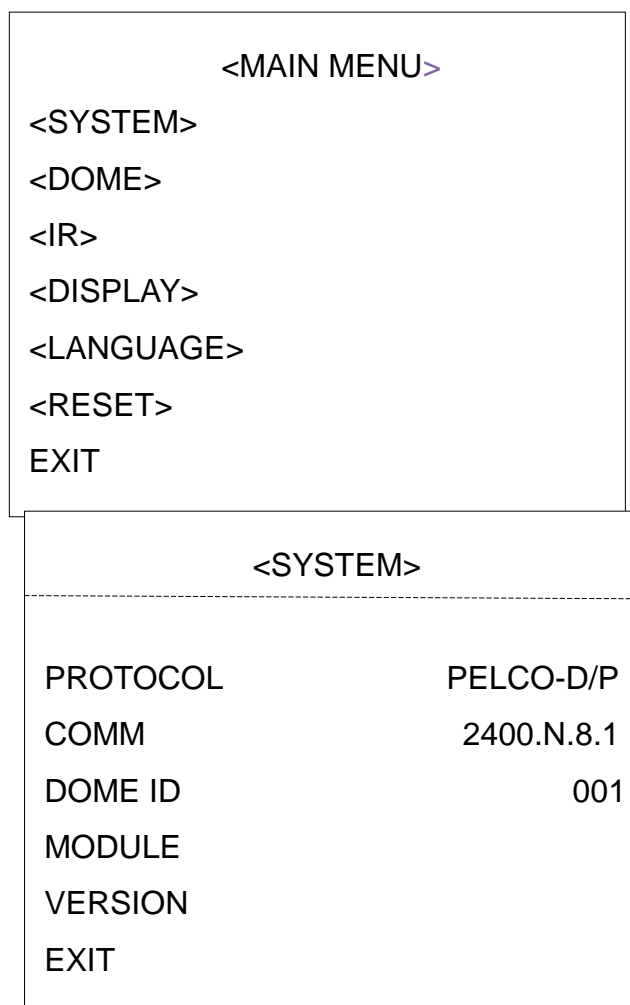

Рис. 4.1.2
- ✧ COMM (СВЯЗЬ): Форма: Скорость передачи данных в бодах. Контрольный бит. Бит данных. Начальный бит. (Рис. 4.1.2)